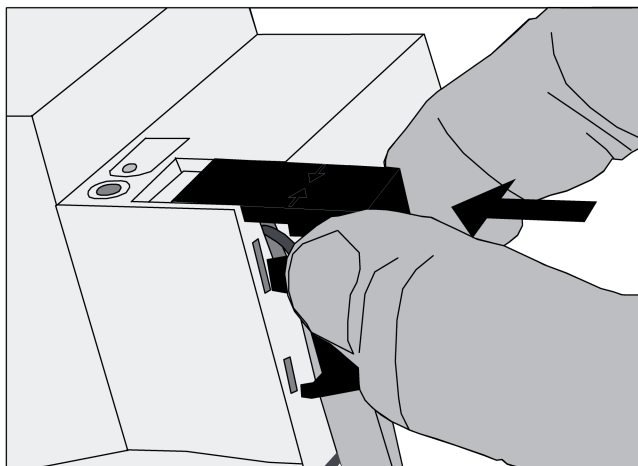

Figura 5: Applicazione della calotta di copertura
- Applicare la calotta di copertura sul morsetto del bus e farla scattare in posizione (figura 5).